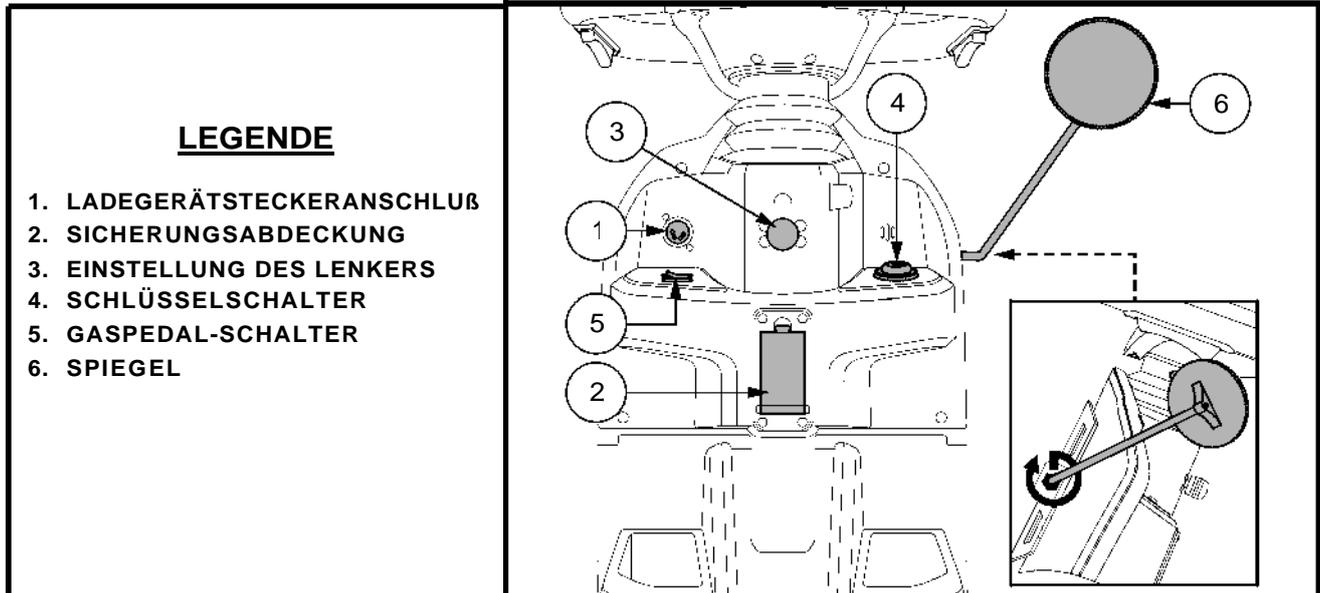

Abb. 4. Komponenten unterhalb des Lenkers
Das externe Ladegerätkabel wird in diesem Anschluss eingesteckt. Die externe Anschlussbuchse befindet sich am Lenker. Siehe Abb. 4.
- Um Ihr Personal Elektromobil einzuschalten, den Schlüssel in den Schlüsselschalter ganz einstecken und im Uhrzeigersinn drehen. Siehe Abb. 4.
Dieser Schalter legt fest, welcher Gaspedal-Hebel (links oder rechts) funktioniert. Siehe Abb. 4.